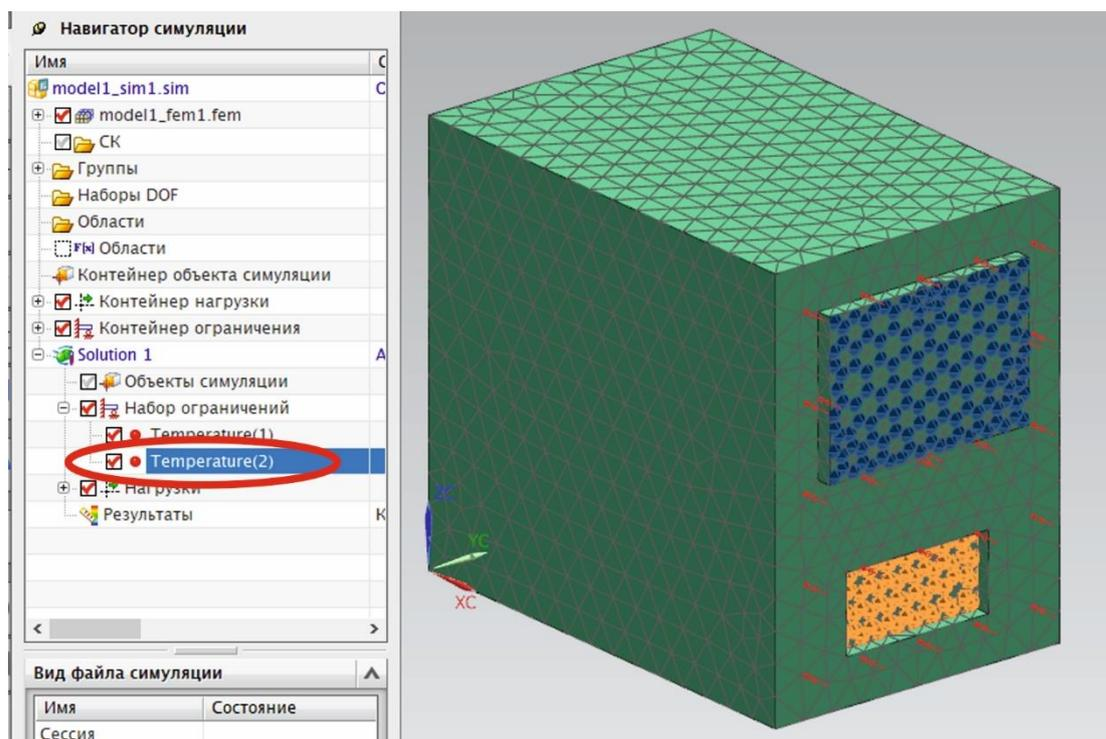

Рис. 3.10. Граничное условие для батареи под окном
17. Вернитесь к исходному заданию граничных условий задачи. Кнопка панели инструментов «**Вернуться к исходному**». Выключите батарею напротив окна удалив в дереве окна «**Навигатор симуляции**» соответствующее граничное условие «**Temperature**» (рис. 3.10). Включите батарею под окном. Закладка панели инструментов «**Исходная**» – «**Тип ограничения**» – «**Температура**». В открывшемся окне «**Температура**» выберите в качестве объекта грань батареи под окном и задайте температуру T_2 (рис. 3.10).